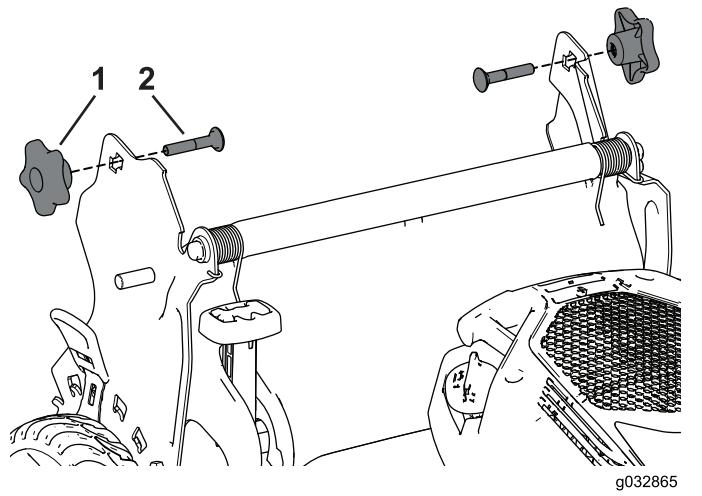

Bild 24
3. Führen Sie die Schlossschraube (mit dem Schraubekopf nach innen zeigend) durch die Holmhalterung und das obere Loch im Holmende. Stellen Sie sicher, dass jede eckige Schlossschraube richtig in der dazugehörigen oberen oder unteren viereckigen Öffnung der jeweiligen Holmhalterung sitzt (Bild 24).